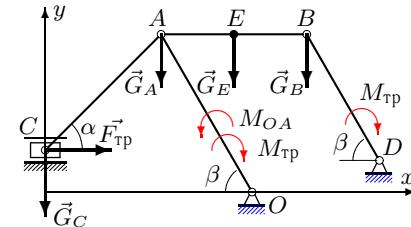

Рис. 154
1. Вычисляем угловые скорости звеньев механизма и скорости точек A, B, C, E . Вводим систему координат xyz (рис. 154). Ось z перпендикулярна плоскости чертежа. Составляем кинематические уравнения: